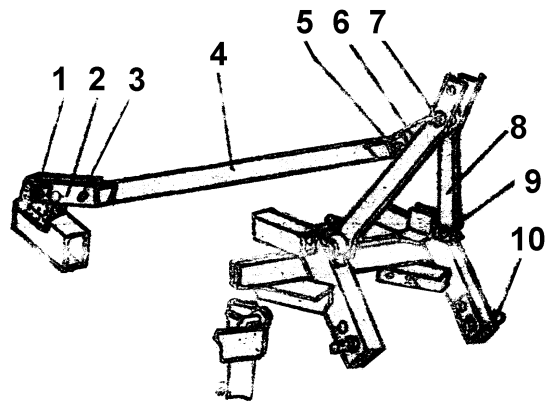

Рис.6 Навеска ПНЛ 05.000
4.9 Механизмы регулировки переднего (рис.6,7) и заднего колес предназначены для изменения положения колеса при регулировке глубины пахоты. В верхней части стойки закреплена гайка, в которой установлен винт. Опускание или подъем колеса осуществляется вращением винта, вызывающим соответствующее изменение положения стойки и колеса.
5.2 Сборка навески (рис.6). Установите на тягу 4 задние планки 2 пластинами к тяге и соедините их пальцем 3, шайбой и шплинтом. Присоедините собранную тягу задними планками к литому кронштейну на основном бруссе рамы пальцем 1, шайбой и шплинтом. Соберите стойки 8. Для этого на палец 7 наденьте втулку и планки 2, 6. заведите палец между стойками и закрепите шайбой, пружинной шайбой и гайкой специальной. Стойки навески установите между понизителями переднего бруса рамы и закрепите каждую пальцем 9, пружинной шайбой и гайкой.